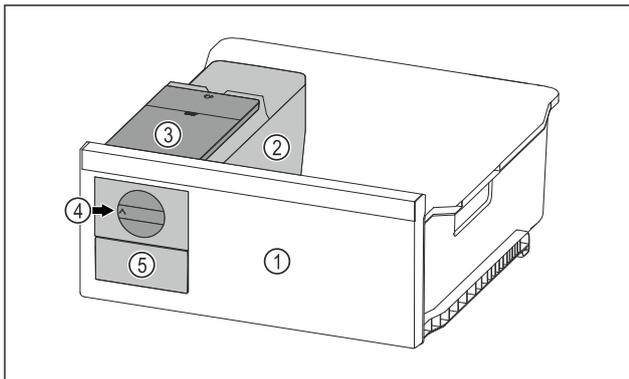

Fig. 125 Representación a modo de ejemplo
- ▶ Girar el botón giratorio Fig. 125 (4) en el sentido de las agujas del reloj hasta el tope.
- ▷ Los cubitos de hielo caen de la cubitera al compartimento de cubitos de hielo Fig. 125 (5).